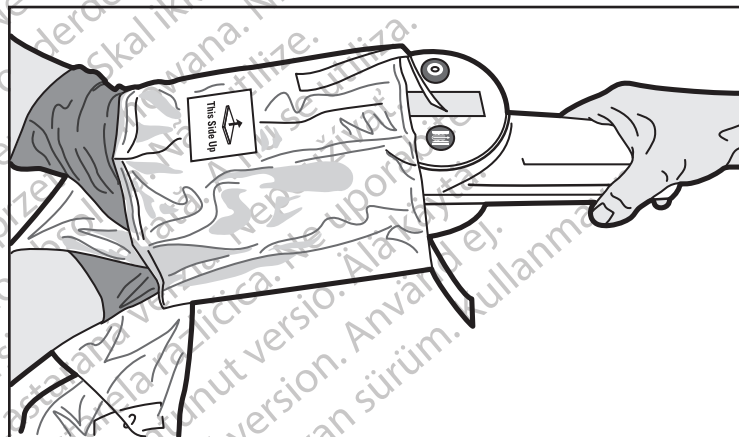

Figura 4. Inserimento dell'unità di azionamento MDU5 PLUS
5. A questo punto, l'operatore in campo non sterile posiziona l'unità di azionamento MDU5 PLUS nell'apertura, in modo tale che la parte superiore dell'unità sia allineata all'adesivo "This Side Up" (Alto) presente sulla sacca (Figura 4).